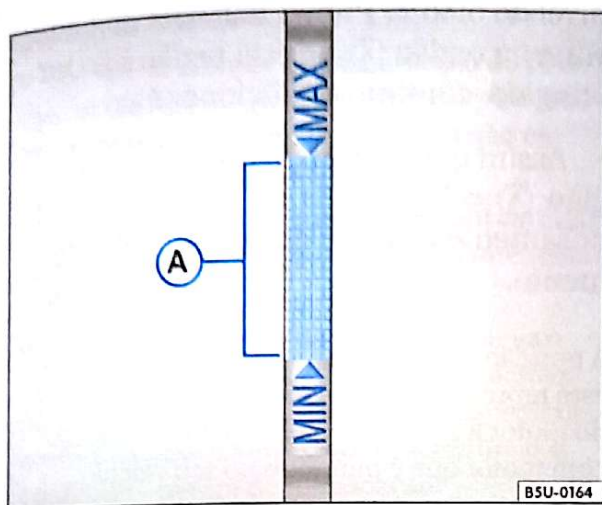

Fig. 108 Indicação do correto nível de óleo na vareta de medição (região A)
- Aguarde alguns instantes. Retire novamente a vareta do óleo e controle o nível do óleo ⇒ fig. 108. Bastará que se situe na região **A**. Se esta região não for atingida, abasteça o óleo do motor conforme indicado no capítulo seguinte ⇒ Página 164.
– Assim que o nível do óleo atingir a região Ⓐ ⇒ Página 163, fig. 108, feche cuidadosamente a tampa do bocal de abastecimento.